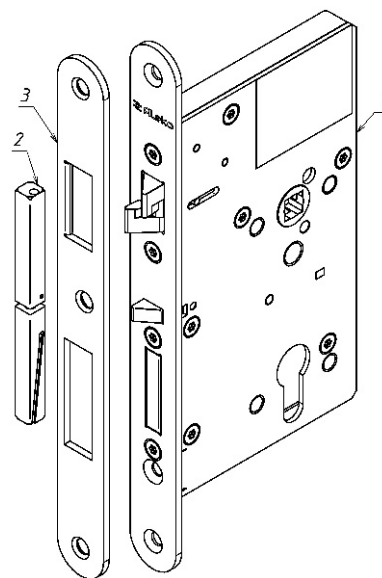

Рисунок 1
3.1 В комплект поставки замка ALM-560ЕМ входят (рисунок 1):
- Корпус (1)– 1 шт.
- «Разрезной» квадрат ручки 8х8 мм (2) .. – 1 шт.
- Запорная планка 325 (3)..... – 1 шт.